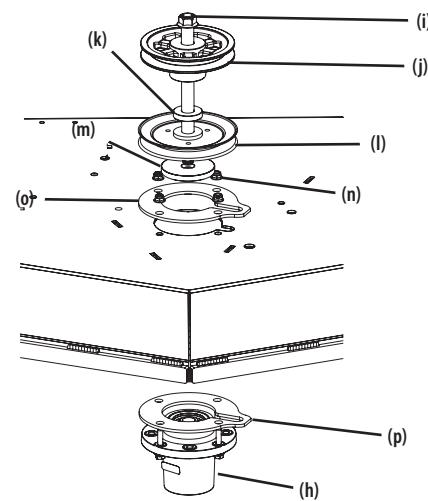

Figura 45
- Retire el perno hexagonal (i), la polea de transmisión (j), la arandela (k), la polea de husillo (l) y el espaciador (m) del conjunto del husillo delantero (h). Consulte la Figura 45.
- Retire las cuatro tuercas de seguridad con brida que fijan la (n) placa de soporte superior (o), la placa de soporte inferior (p) y el conjunto del husillo delantero (h) a la plataforma. Consulte la Figura 45.